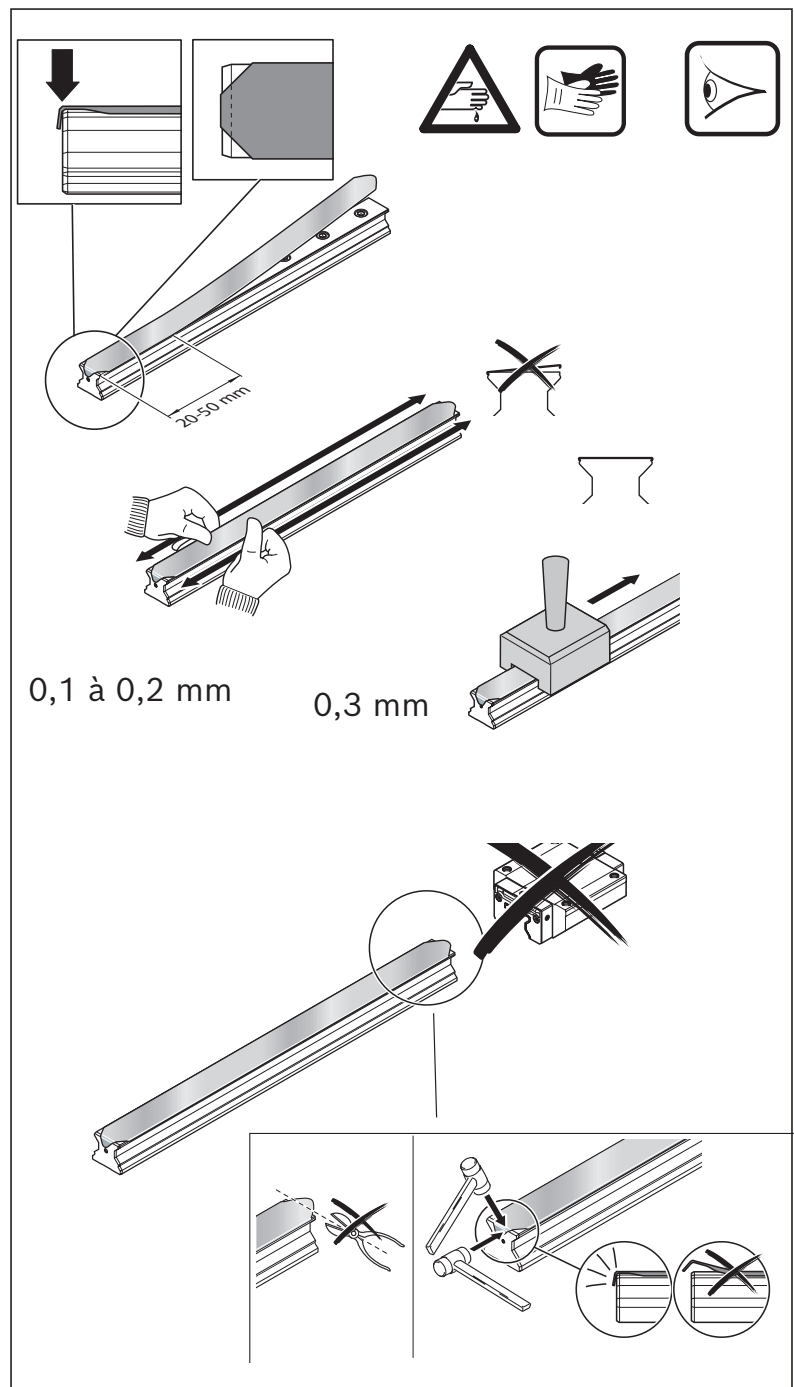

Fig. 37: Montage des bandes de protection en cas de longueur de bande appropriée
➡ Fig. 37
- ▶ Replier la languette droite à l'aide d'un marteau en plastique. Ne pas couper ! ➡ Fig. 37
Corriger si nécessaire ➡ Fig. 37.